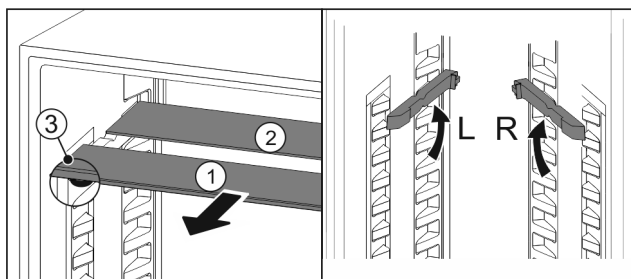

Fig. 25
- Sortir les tablettes par l'avant Fig. 25 (1).
- ▷ La tablette en verre Fig. 25 (1) avec bordure décorative est située à l'avant.
- ▷ Les butées Fig. 25 (3) sont orientées vers le bas.